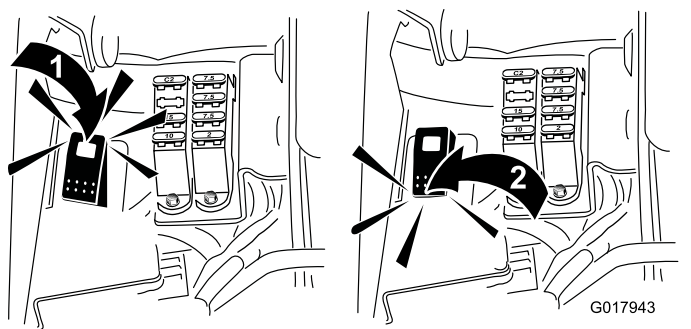

Figura 59
5. Posizionate l'interruttore di lappatura in posizione di retromarcia (R) (Figura 59).